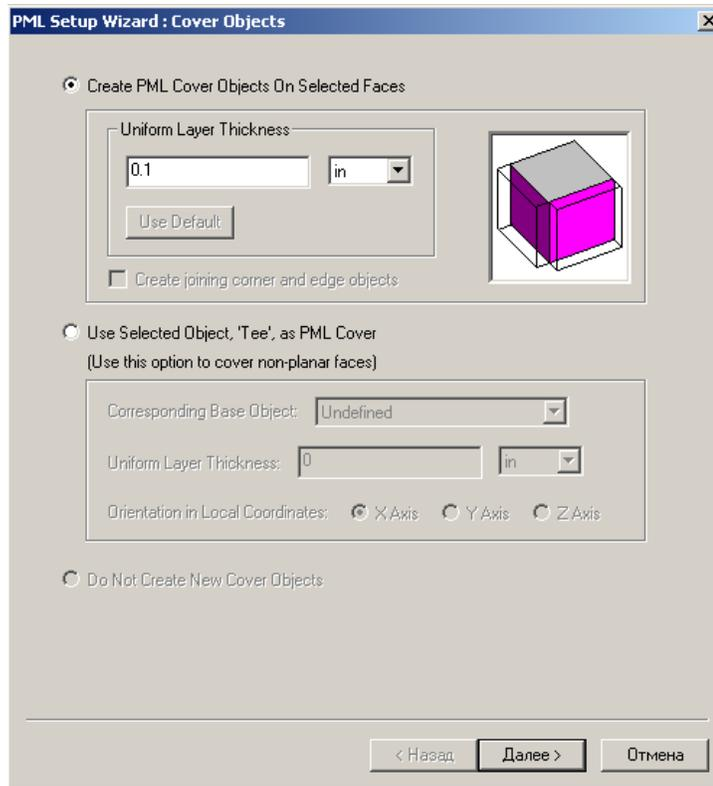

Рис. 5.7. Покрытие объекта слоями идеального поглощения PML заданной толщины
3. В меню **HFSS**, укажите на **Boundary**, и затем нажмите **PML Setup Wizard**. Появляется ассистент **PML Setup** (рис. 5.7).
3. В меню **HFSS** укажите на **Boundaries**, и затем нажмите **PML Setup Wizard**. Появляется мастер **PML Setup** (рис. 5.7).